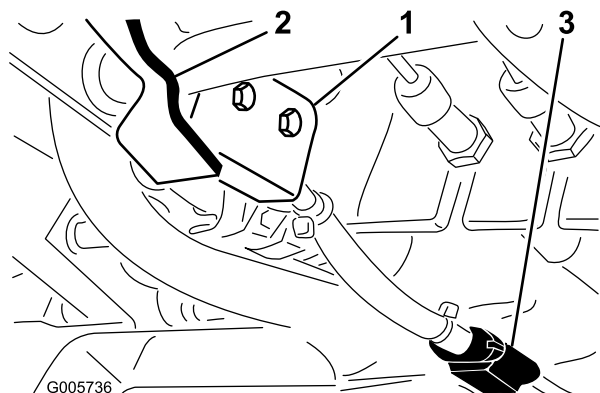

Figura 74
1. A folga existente entre a pá articulada do eixo do travão de estacionamento e a zona inferior do interruptor de segurança (Figura 74) deverá ser de 1,6 mm (a pá não deverá estar em contacto com o interruptor).